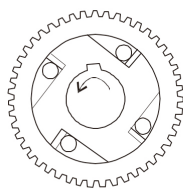

Fig. 2-1
1. Rappelez-vous de monter les pièces dans les lieux appropriés et de lubrifier les tiges présentées sur la Fig. 2-1.